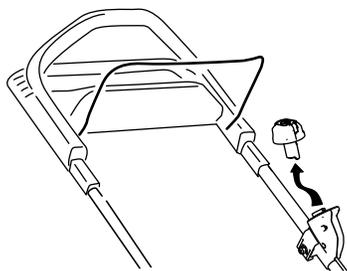

Figura 20
1. Remova o botão de arranque elétrico (Figura 20).